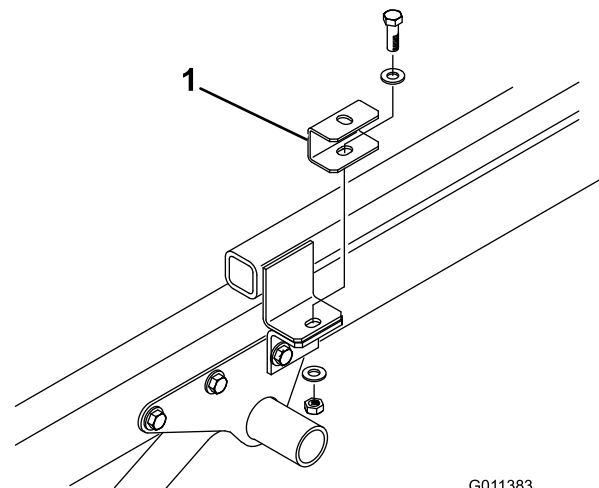

Figura 7
4. Fixe um espaçador de montagem ao topo de cada patilha de suporte de engate com parafuso, (2) anilhas de chapa e porca de bloqueio previamente removida (Figura 7).